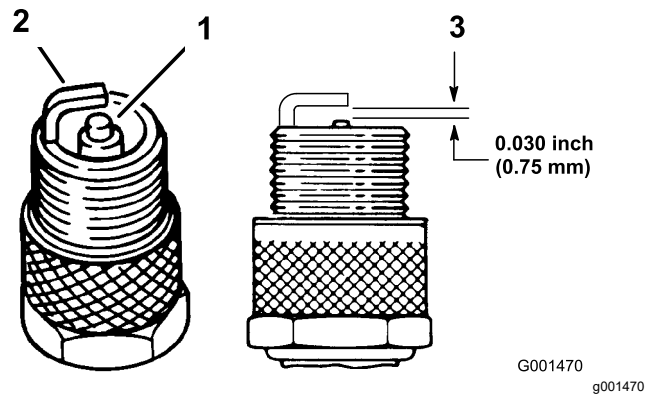

Figure 41
4. Vérifiez l'état des électrodes latérale et centrale, ainsi que de l'isolateur de l'électrode centrale (Figure 41).
5. Réglez l'écartement entre les électrodes centrale et latérale à 0,76 mm, comme montré à la Figure 41.